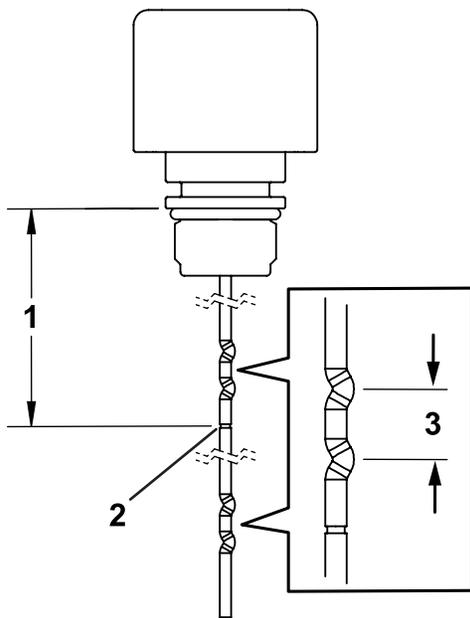

Bild 11
3. Schneiden Sie den Peilstab auf die markierte Schnittlinie ab, die in Bild 11 abgebildet ist. Stellen Sie sicher, dass das abgeschnittene Ende glatt ist und entfernen Sie Grate bei Bedarf.
Füllen Sie den Ölleck-Warnsystembehälter mit Hydrauliköl, bis der Ölstand in der Mitte der Füllmarkierungen am Peilstab liegt, siehe Bild 11.